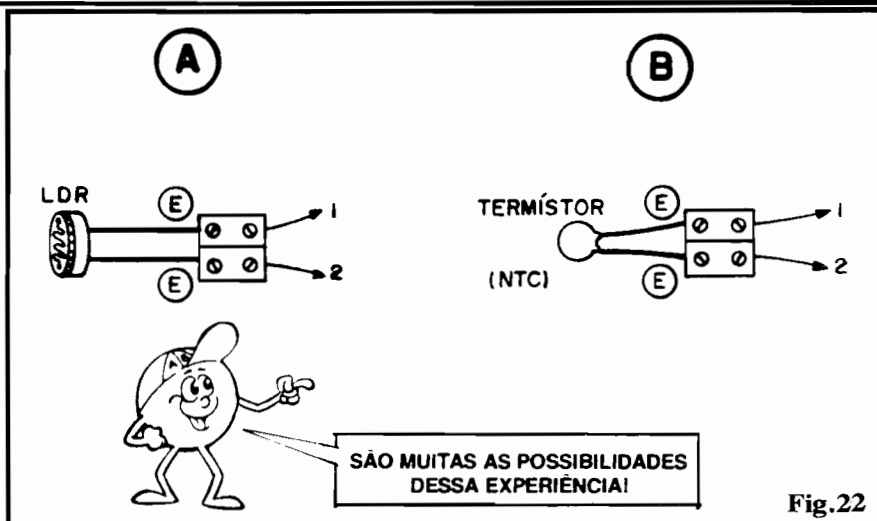

Fig.22
- **FIG. 22** - Aos segmentos E-E podemos, então, ligar um LDR (como em 22-A), um TERMÍSTOR NTC (como em 22-B), etc. (outras sugestões mais adiante...). O